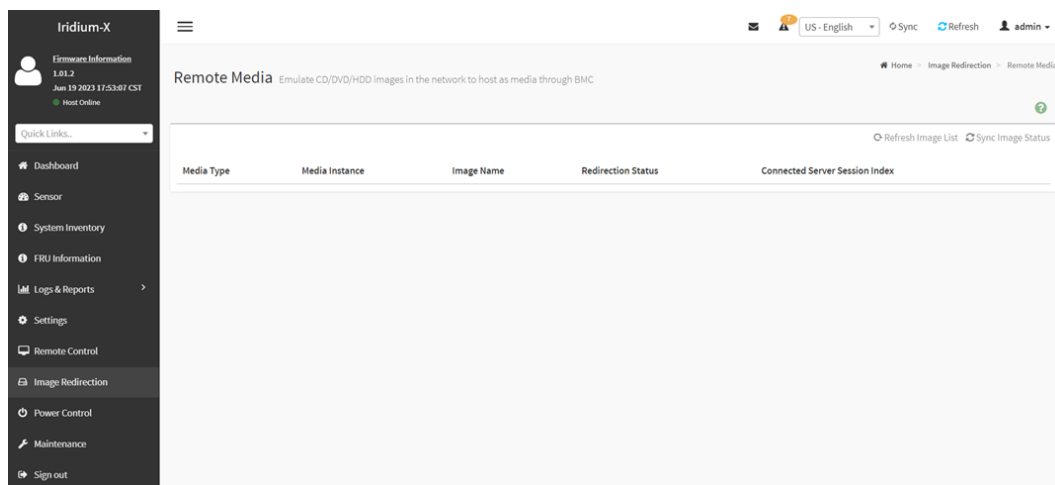

Рисунок 44 - Раздел «Image Redirection»
7) Раздел «Image Redirection» содержит вкладку с эмулированными образами CD/DVD/HDD в сети для размещения в качестве носителя через BMC (см. Рисунок 44).